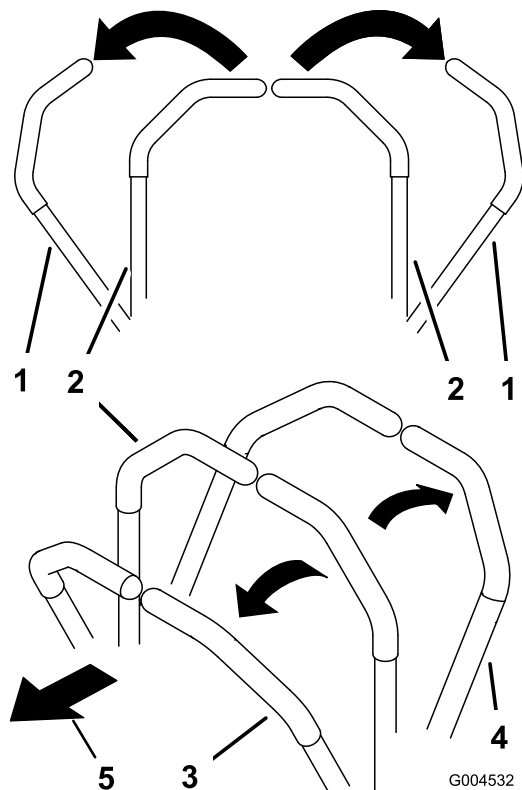

Bild 18
3. Schieben Sie für das Vorwärtsfahren die Fahrtriebshebel langsam vorwärts (Bild 18).
Wenden Sie zum Geradeausfahren auf beide Fahrtriebshebel denselben Druck an (Bild 18).
Bewegen Sie zum Wenden den Fahrtriebshebel in Richtung Neutral, in dessen Richtung Sie wenden möchten (Bild 18).
Verringern Sie zum Wenden den Druck auf den Fahrtriebshebel an der Seite, in deren Richtung Sie wenden möchten (Bild 18).
2. Ziehen Sie zum Rückwärtsfahren die Fahrtriebshebel langsam nach hinten (Bild 18).